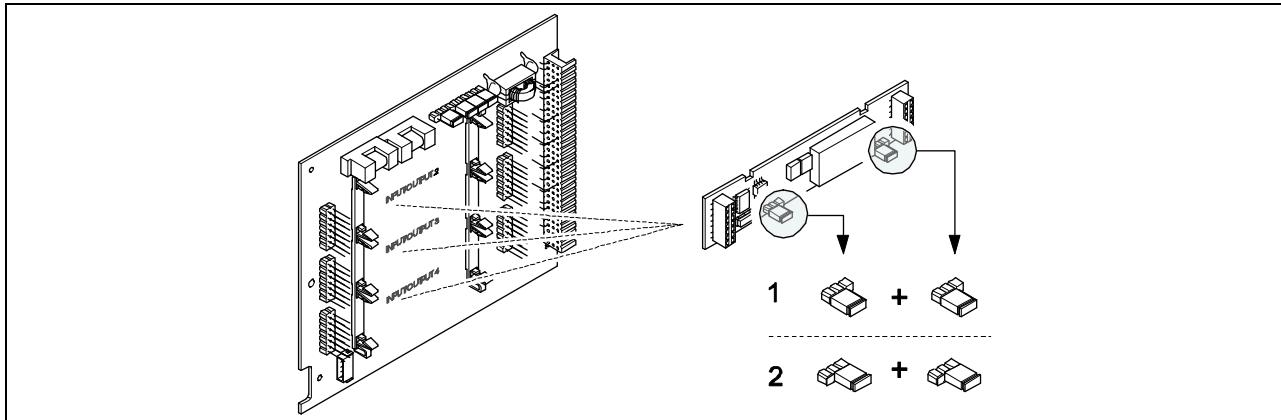

Рис. 49: Конфигурирование релейных kontaktов (NC/NO) для модульной платы с гибкой структурой модулей.
3. Установите перемычки → см.рис. 49,50